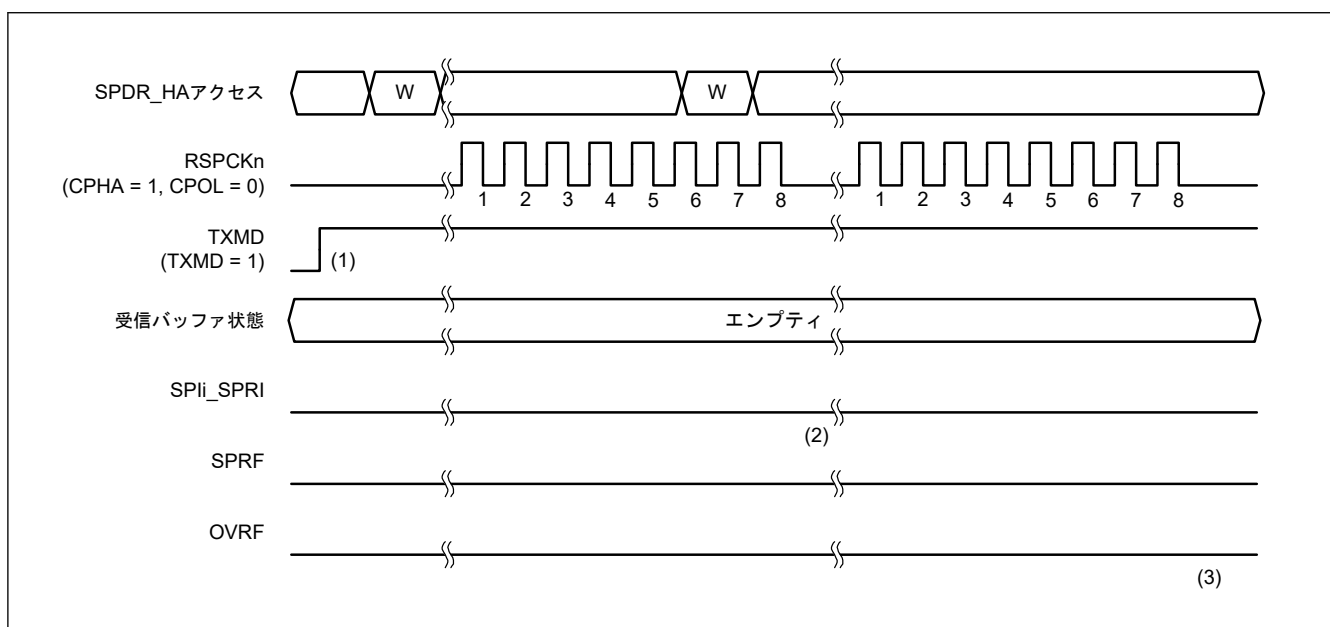

図 30.25 SPCR.TXMD = 1 の場合の動作例
図 30.25 は、通信動作モード選択ビット (SPCR.TXMD) が 1 に設定されている場合の動作例を示します。この例では、SPCMD0.CPHA ビットが 1、SPCMD0.CPOL ビットが 0 の設定で、SPI が 8 ビットのシリアル転送を実行しています。RSPCKn 波形の下に記載した数字は RSPCK サイクル数 (= 転送ビット数) を示しています。
以下に、図 30.25 の (1)~(3) に示したタイミングでのフラグの動作内容を説明します。